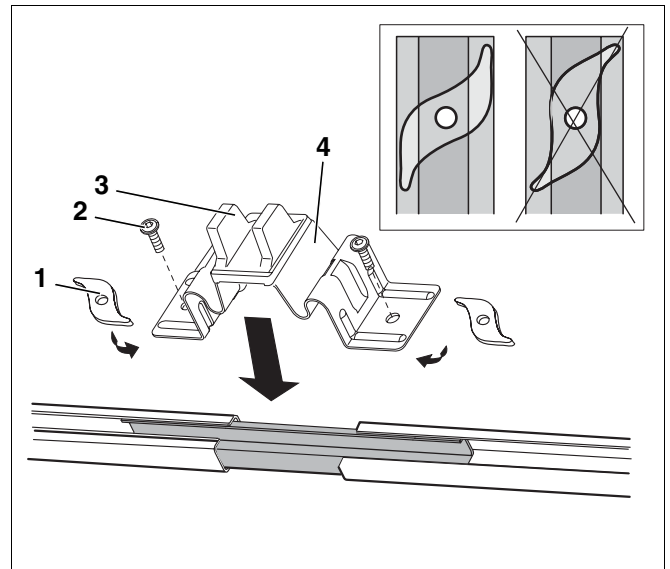
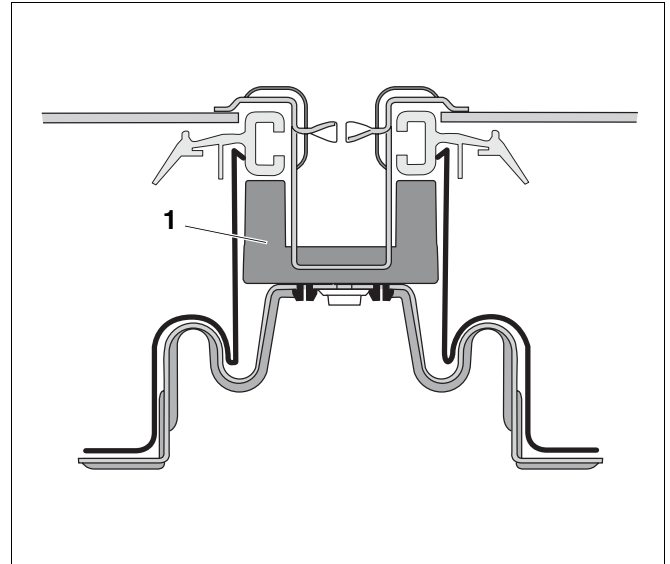

Fig. 13 Montar el puente del soporte del colector
Fig. 14 Representación de la posición exacta del distanciador
Las placas roscadas (fig. 13, **pos. 1**) se suministran montadas de fábrica con los tornillos avellanado (fig. 13, **pos. 2**) en el puente del soporte del colector (fig. 13, **pos. 4**).
- Centre el puente del soporte de colector previamente montado (fig. 13) colocándolo sobre los dos perfiles guía (sobre la pieza de unión).
Preste atención a que las almas altas del distanciador giratorio (fig. 13, **pos. 3** y fig. 14, **pos. 1**) formen un ángulo recto con los perfiles guía para sostener el marco.